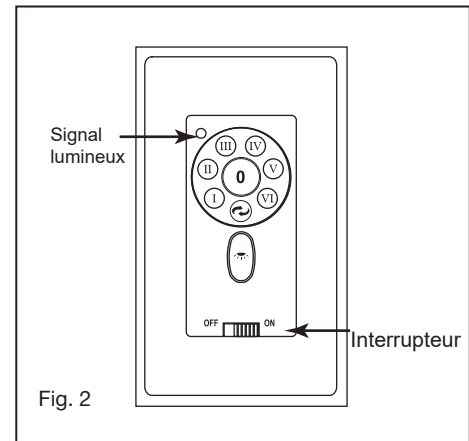

Fig. 2
- 3 Soulevez l'abat-jour en verre contre l'assemblage LED et tournez dans le sens des aiguilles d'une montre jusqu'à ce qu'il soit bien serré, NE PAS TROP SERRER. Rétablissez l'alimentation et votre kit d'éclairage est prêt à fonctionner. (Fig.2)
- 4 Installez l'émetteur mural sur la boîte murale existante à l'aide des vis fournies. Fixez la plaque murale avec les vis de montage pour terminer l'installation. (Fig.2)
- 7 Signal lumineux (Fig.2)6